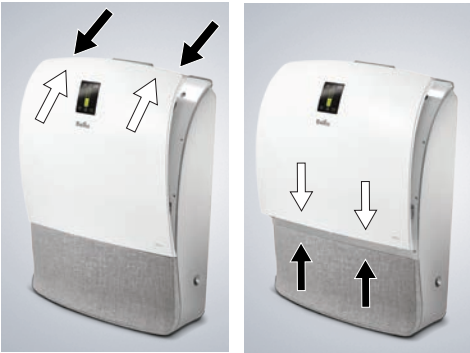

Рисунок 14
- 1. Снимите переднюю панель прибора (прибор автоматически отключится). В местах углублений в верхней части корпуса потяните верхнюю часть панели горизонтально на себя, для освобождения от магнитного фиксатора и потом вверх, вынув из пазов в нижней части корпуса (рис. 14).